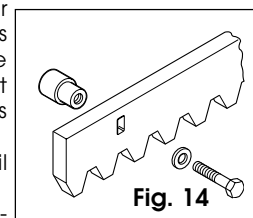

Fig. 14
4.4.1. CREMAILLÈRE EN ACIER A SOUDER (Fig.14).